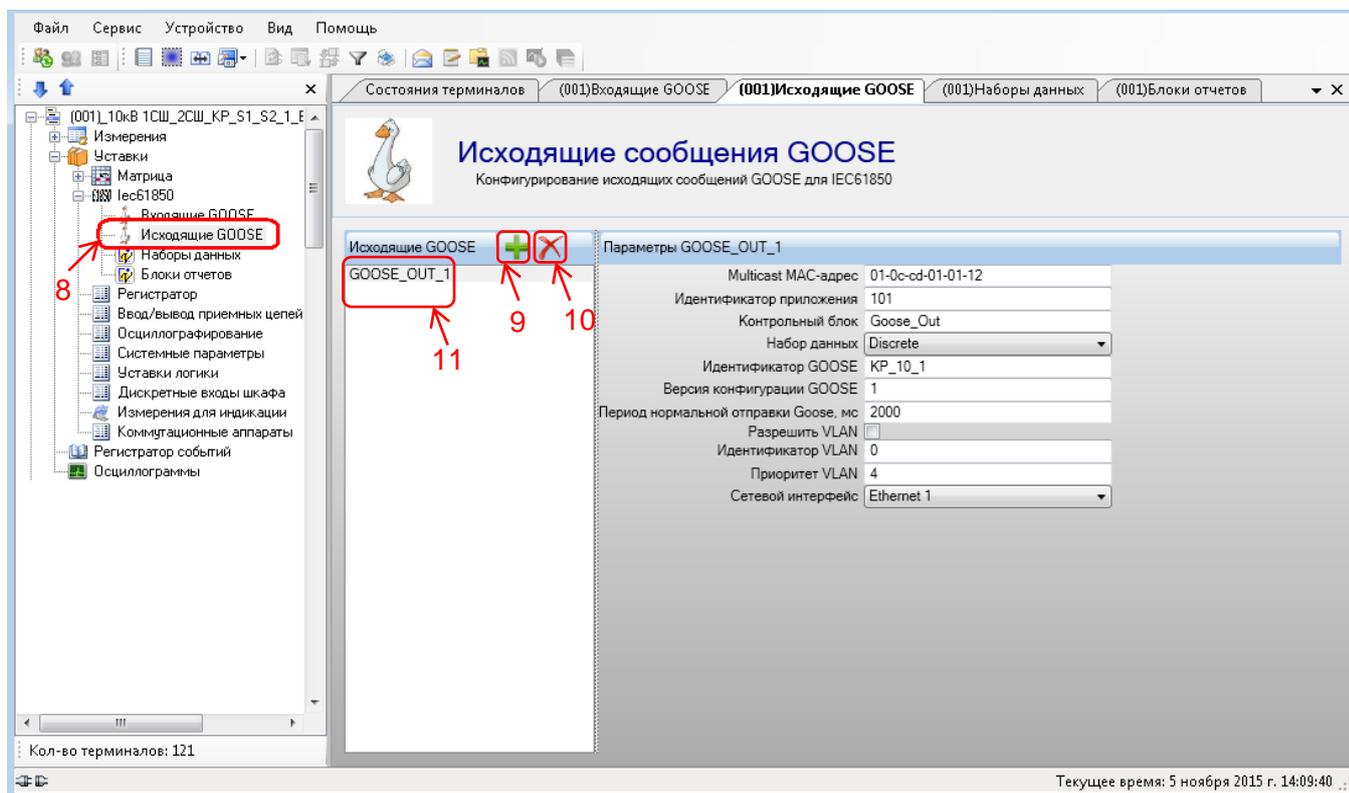

Рисунок 3 – Окно **Исходящие сообщения GOOSE**
3.1.2 В «дереве» проекта выбрать раздел **Уставки** → **Iес61850** → **Исходящие GOOSE** (см. рисунок 3, обозначение 8) и раскрыть его. При необходимости можно добавить **исходящие GOOSE-сообщения** при помощи кнопки  (см. рисунок 3, обозначение 9), удалить **исходящие GOOSE-сообщения** можно при помощи кнопки  (см. рисунок 3, обозначение 10). Количество **исходящих GOOSE-сообщений** не может превышать 5 (см. рисунок 3, обозначение 11).